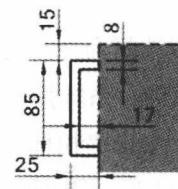

图 1.6 截面草图
② 进入草图环境，绘制图 1.6 所示的截面草图。
③ 选择下拉菜单**任务(T)** → **完成草图(F)**命令（或单击**完成草图**按钮），退出草图环境。
(3) 确定拉伸开始值和结束值。在“拉伸”对话框中单击**方向**区域的**反向**按钮；在**限制**区域的**开始**下拉列表中选择**值**选项，并在其下的**距离**文本框中输入值 0；在**限制**区域**结束**的下拉列表中选择**值**选项，并在其下的**距离**文本框中输入值 15，在**布尔**区域的下拉列表中选择**求和**选项，采用系统默认的求和对象。
(4) 单击**<确定>**按钮，完成拉伸特征 2 的创建。